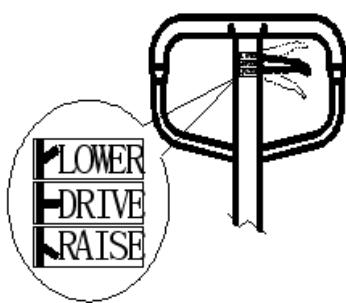

Рис. 3 - LOWER: опускание – положение опускания; DRIVE: движение – среднее положение; RAISE: подъем – положение подъема.
Вы можете видеть маленькую ручку управления (119) над ручкой на ручной тележке. Ее можно переводить в три положения (см. рисунок 3). После окончания работы ее необходимо перевести в положение Middle (среднее). Эти три положения были настроены соответствующим образом перед отправкой с завода. Если при аварийной ситуации происходят изменения, вы можете перезагрузить их в соответствии со следующими шагами: